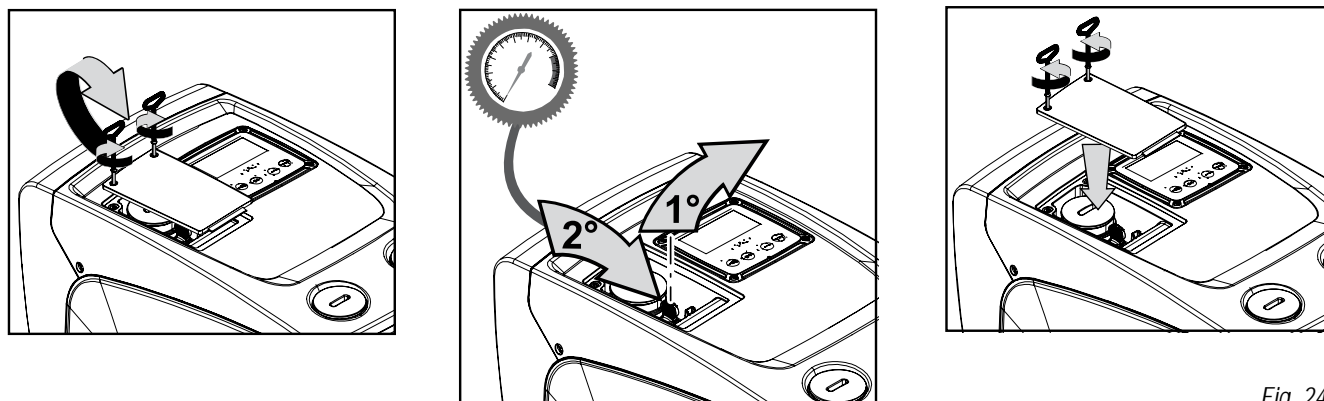

Fig. 24
1. ta bort luckan till utrymmet för extra underhåll (Fig. 1, sida F) genom att lossa de två låsskruvarna med det medföljande verktyget. Ta inte bort skruvarna helt utan använd dem för att dra ut luckan. Tappa inte skruvarna in i systemet när de har tagits bort från luckan (Fig. 24);
2. dra av gummihylsan från expansionskärlets ventil (Fig. 24);
3. justera ventilen enligt anvisningarna i avsnitt 1.2 (Fig. 24);
4. sätt tillbaka gummihylsan (Fig. 24);
5. sätt tillbaka luckan och dra åt de två skruvarna (Fig. 24).